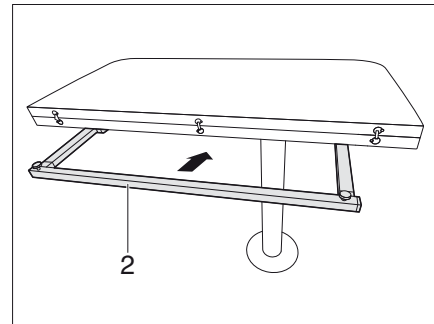

Bild 122 Skjut in fällbordsstödet
- Skjut in bordsstödet (Bild 122,2).